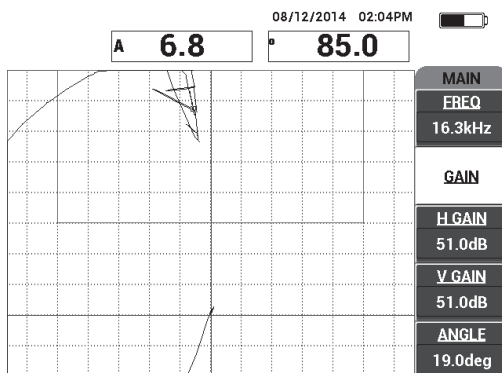

Figura 6-67 Ajuste de GANHO para suspensão do ponto do sinal
- Se necessário, pressione a tecla GAIN (**dB**) e ajuste o **GANHO** para manter o ponto do sinal suspenso na tela (veja Figura 6-67 na página 180).